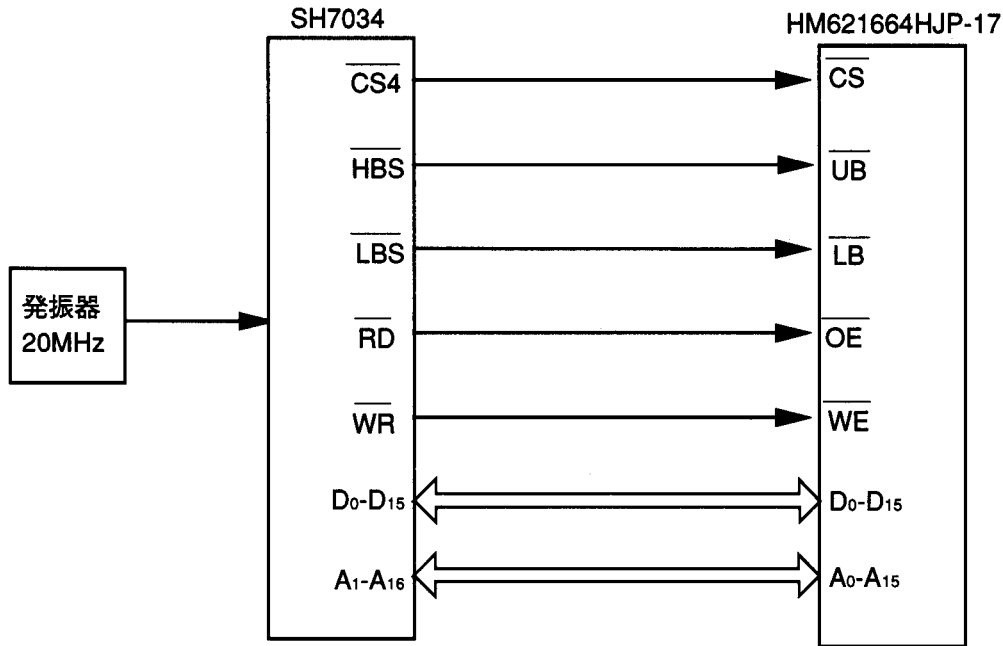

図1 SH7034およびHM621664HJP-17接続ブロック図
(1) 図1に示すように、SH7034とSRAM (HM621664HJP-17) のインタフェースを行います。